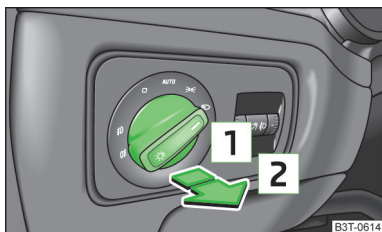

Fig. 34
- Rotiți comutatorul de lumini în poziția sau » fig. 34.
- Rotiți comutatorul de lumini în poziția sau » fig. 34 la pagina 53.